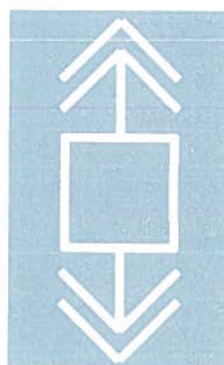

Fig. 7.25
- Lipsă tensiune pe ambii poli ai întreruptorului (fig. 7.25);